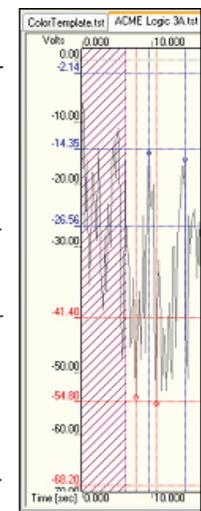

図 35: 3-シグマレンジを計算し最大、最小ピークセットをプロットします。
8. 3-シグマ分析では、最大と最小の組を計算し表示します。(図 35):